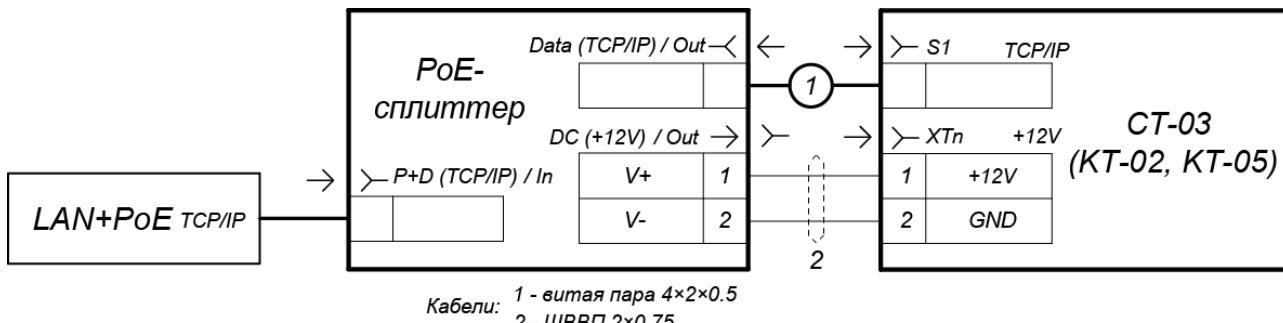

Рисунок 17. Схема подключения контроллера ЭП
- Подключите цепь питания контроллера ЭП к разъему **Con3** сплиттера. Схема подключения приведена на рис. 17 (штекер для подключения к разъему входит в комплект поставки сплиттера).